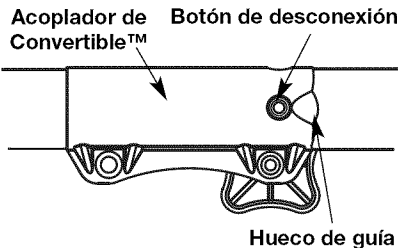

Fig. 5
ADVERTENCIA: Evite los arranques accidentales. Colóquese en posición de inicio cuando tire de la cuerda de arranque (Fig. 5). El operador y la unidad deben estar en una posición estable al arrancar la unidad para evitar graves lesiones personales.
2. Opima y sostenga el botón de desconexión (Fig. 5).
NOTA: La alineación del botón de desconexión con el hueco de guía facilitará la instalación (Fig. 5).